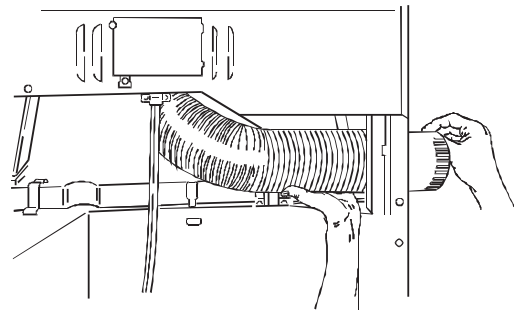

Figura 5
- Guíe el tubo flexible a través de la abertura del panel. Vea la Figura 5.